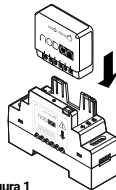

figura 1
- 3 Introduzca el módulo en el adaptador para carril DIN respetando el sentido de introducción del módulo; la bomerla debe situarse a la izquierda (ver la figura 1). Compruebe que los terminales se hayan desenroscado correctamente y asegúrese de no doblar las clavijas situadas en el interior de la caja.